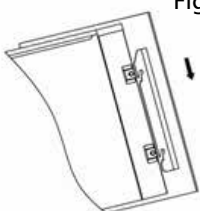

Fig. 6
- Plasser frontglasset rundt fronten av ilden, og rett spaltene i brakettene på hver side av glasspanelet med klemmene på sidene av ilden. -se Fig.6.